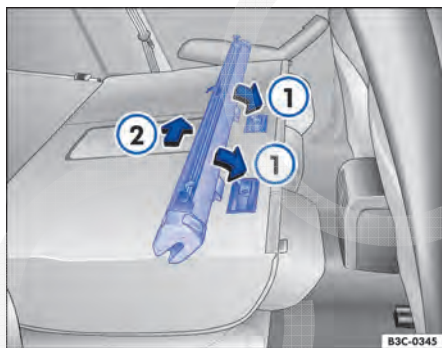

Fig. 123 Instalar a rede divisória nos encostos do banco traseiro.
- Colocar a carcaça da rede divisória nos entalhes dos trilhos de suporte ⇒ Fig. 123 ①.
- Empurrar a caixa da rede divisória para o lado esquerdo do veículo até o encosto ②.
- Puxar a rede divisória contra a direção da seta ⇒ Fig. 123 ② aproximadamente 5 cm.
- Retirar a carcaça da rede divisória dos trilhos de suporte ①.